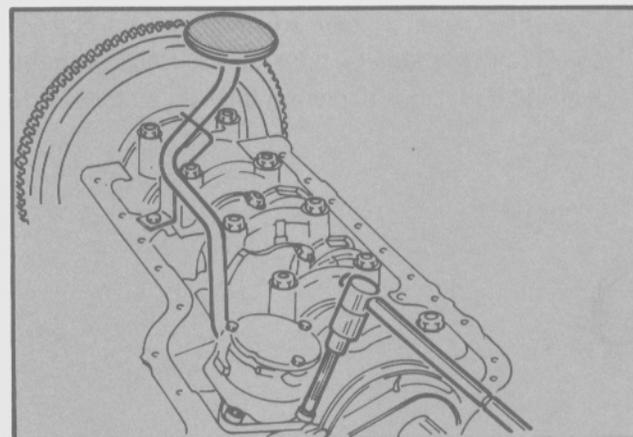

Fig. 27 - Desmontaje de la bomba de aceite
- Retirar los tornillos de fijación con la herramienta T84G-8A616-BAS y extraer la bomba de aceite (Fig. 27).